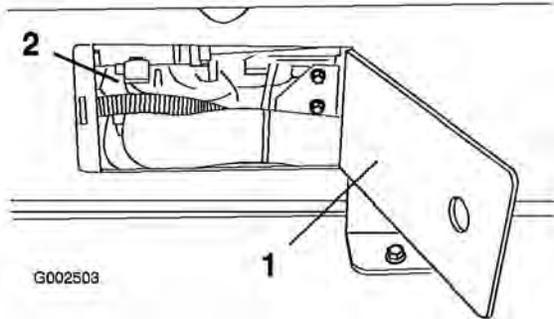

Figura 18
- Utilice los paneles de acceso en ambos lados del patín del depósito para verificar que no hay manguitos o cables aprisionados (Figura 18).